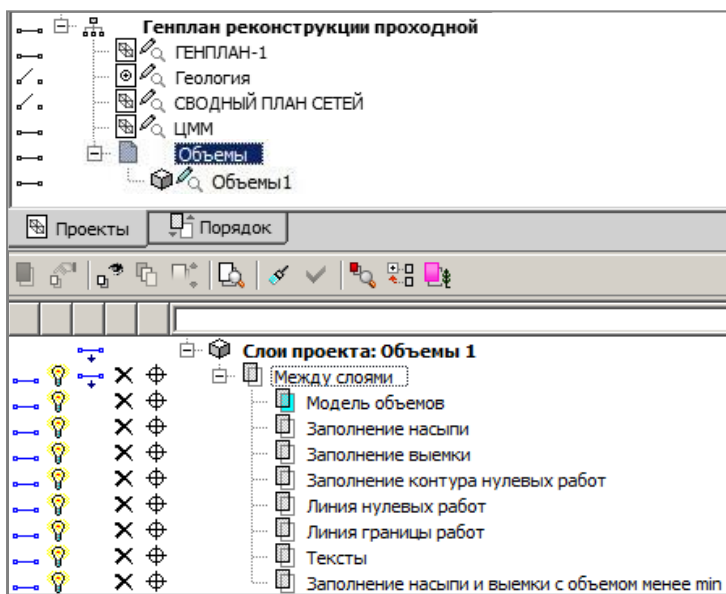

Рис. 7.3
После выполнения расчёта объёмов с помощью любой из команд создаётся проект **Объемы**. Все данные проекта разнесены по слоям с поясняющими названиями (рис. 7.3). Слой с поверхностью **Модель объемов** содержит данные по поверхности рассчитанной модели объёмов. Рабочие отметки в этом слое представляют собой разницу абсолютных отметок по проектной и исходной поверхностям, которые были выбраны для расчёта. В проекте также содержатся данные по насыпям и выемкам (соответствующим образом отображенные на экране), по линиям границ работ, а также по текстовой информации результатов расчётов и т.д.
В результате расчёта создаётся новый проект **Объемы 1** (рис. 7.3).
*На заметку* Все проекты объемов (**Объемы 1**, **Объемы 2** и т.д.) программно размещаются в узлах, подчиненных общему пустому узлу с именем **Объемы** (рис. 7.3). При желании изменить структуру проектов, пустой узел можно удалить.